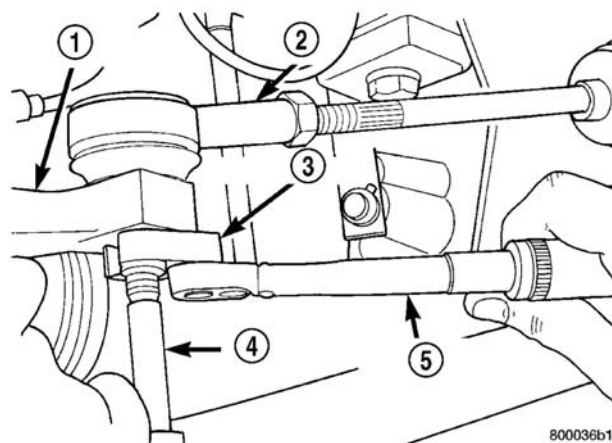

图17 拧紧转向横拉杆端头固定螺母
(1) 把外转向横拉杆端头安装到内转向横拉杆上。
(2) 不要拧紧夹紧螺母。
(3) 把转向横拉杆端头安装到转向节中。把转向横拉杆端头至转向节的固定螺母拧到转向横拉杆端头的螺柱上。在固定转向横拉杆端头的螺柱的情况下，把转向横拉杆端头拧紧到转向节固定螺母（图15）。然后用爪形工具和 11/32 套筒（图17），把转向横拉杆端头固定螺母拧紧至 75 N.m（55 ft.lbs.）扭矩。